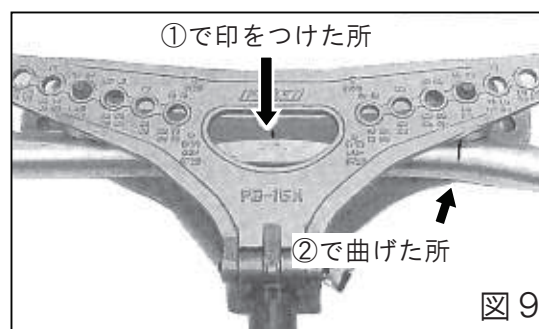

図 9
③①で印を付けた所（曲げ長さ印箇所）をベンディングシュューの中心に合わせ加圧します。（図9）